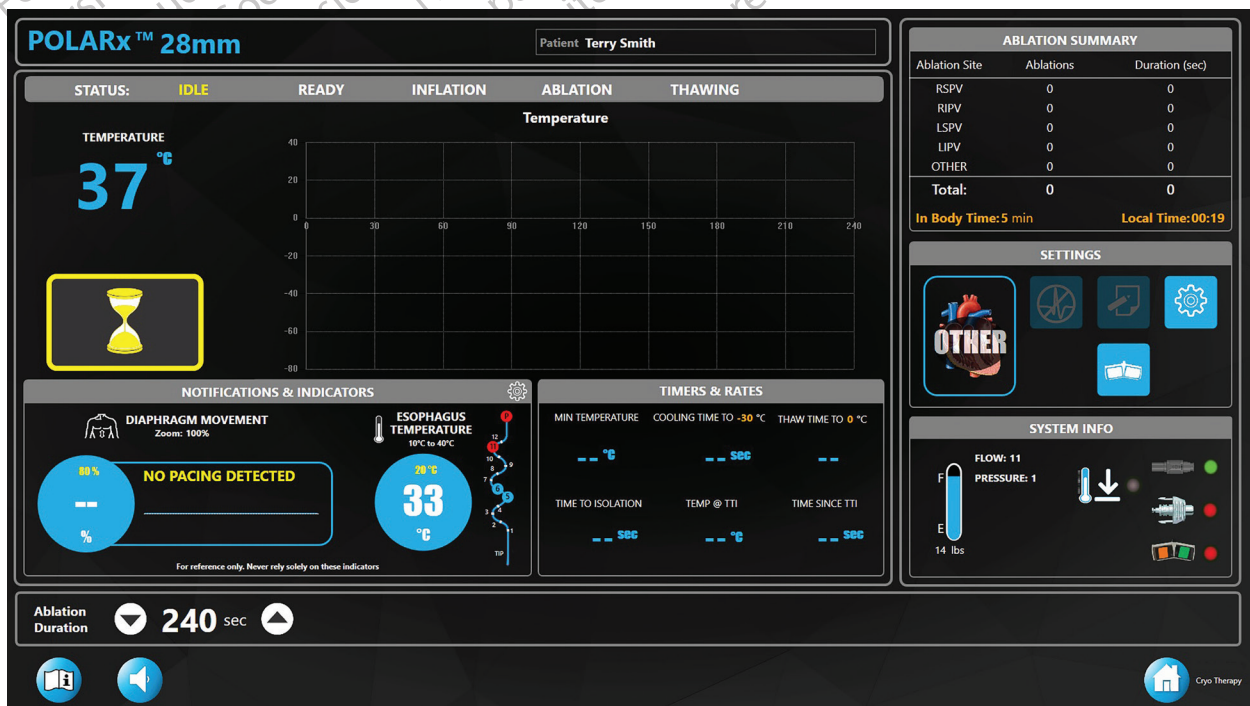

Abbildung 11. CIRCA™ S-CATH Ösophagus-Temperatursensor – nicht funktionierende Sensoren
- Sensoren, die nicht funktionieren, werden rot hervorgehoben (siehe Abbildung 11).